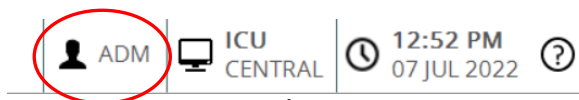

Fig 6
- Klik op de toets **Gebruiker** op de werkbalk (Fig 6 en Fig 2 **A**).